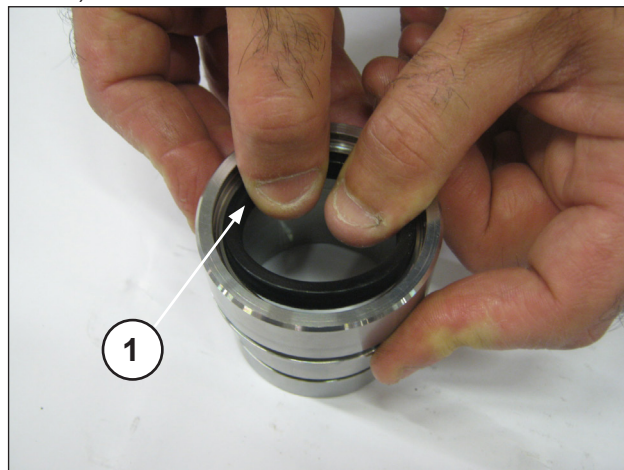
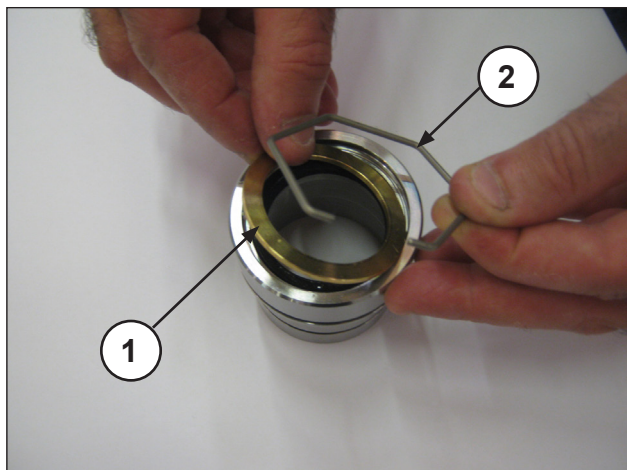
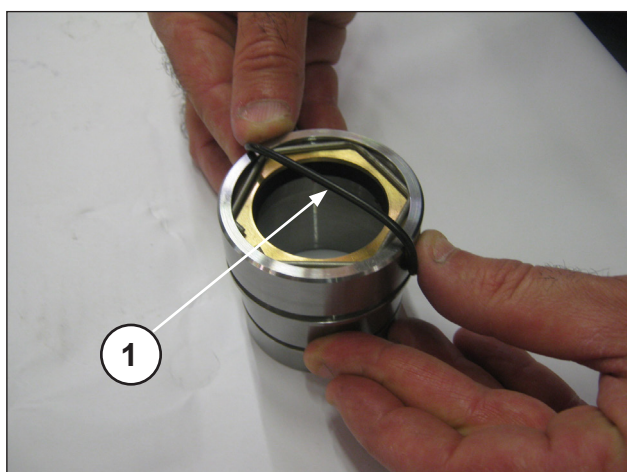

Рис. 29
Рис. 30
Рис. 31
Вставьте уплотнение низкого давления в опору сальниковой набивки (поз. ①, Рис. 29) так, чтобы уплотнительная кромка была направлена вперед (к торцу). Затем вставьте уплотнительное кольцо, стопорное кольцо (поз. ①②, Рис. 30) и уплотнительное кольцо O-ring (поз. ①, Рис. 31).